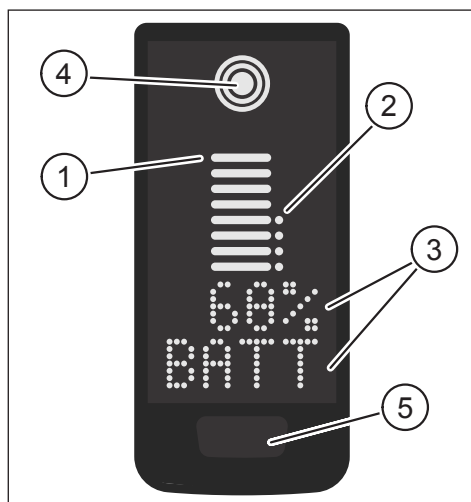
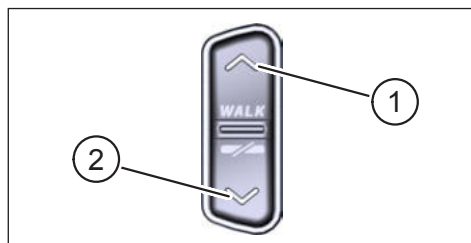

Fig. 1: Elementi operativi e di visualizzazione sul Display
Fig. 2: Controlli sul Remote
Punta in Fig. 1	Descrizione
Punta in Fig. 2	Descrizione
- ▶ Tenere premuto il pulsante di controllo sul Display (punta 5 in Fig. 1) e il pulsante operativo IN BASSO sul Remote (punta 2 in Fig. 2) per almeno 5 s.
- Esercitare una **doppio clic** pressione del pulsante di comando sul Display (punta 5 in Fig. 1) per passare alla schermata successiva.